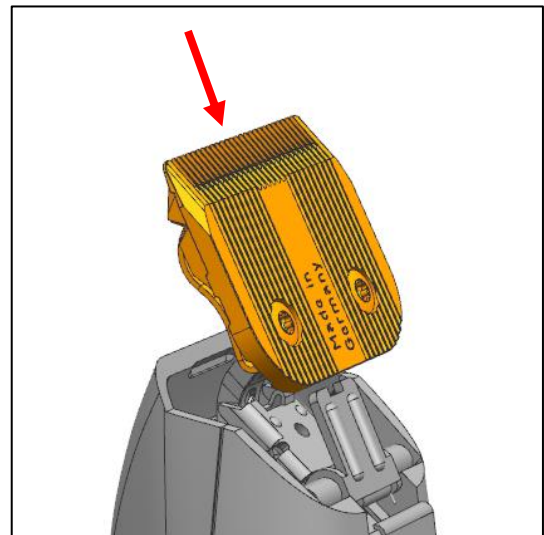

Abb. 51
- Stecken Sie den Schneidsatz auf den Halter der Tierhaarschneidemaschine (Abb. 51)